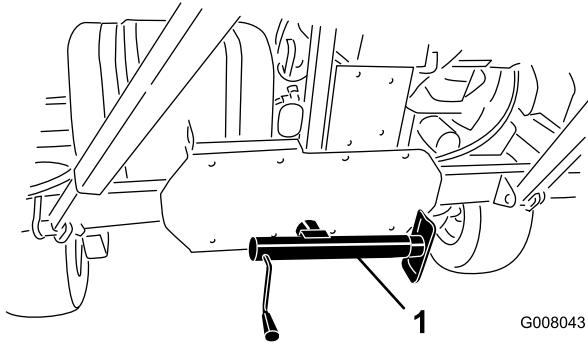

Bild 17
- Senken Sie den Achsständer auf den Boden ab, um die Maschine zu stabilisieren (Bild 17).